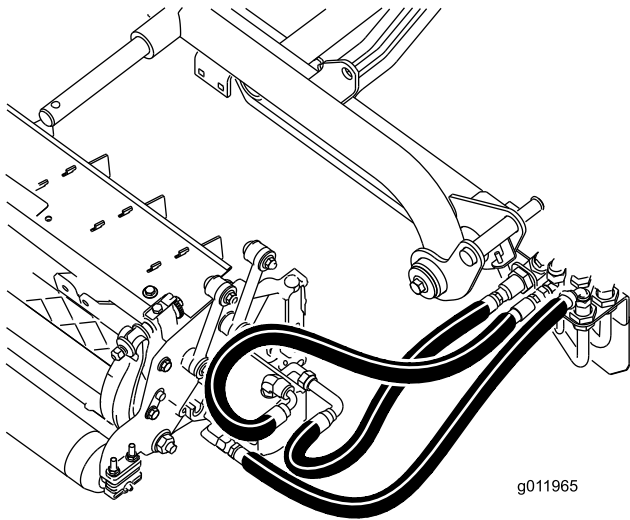

Figura 21
**Importante:** Asegúrese de que los manguitos no están doblados y que no tienen curvas muy cerradas, y que los manguitos de la unidad de corte trasera están colocados según se muestra en Figura 21. Eleve las unidades de corte y desplácelas a la izquierda (Modelo 03171). Los manguitos de la unidad de corte trasera no deben entrar en contacto con el soporte del cable de tracción. Reposicione según sea necesario los acoplamientos y los manguitos.